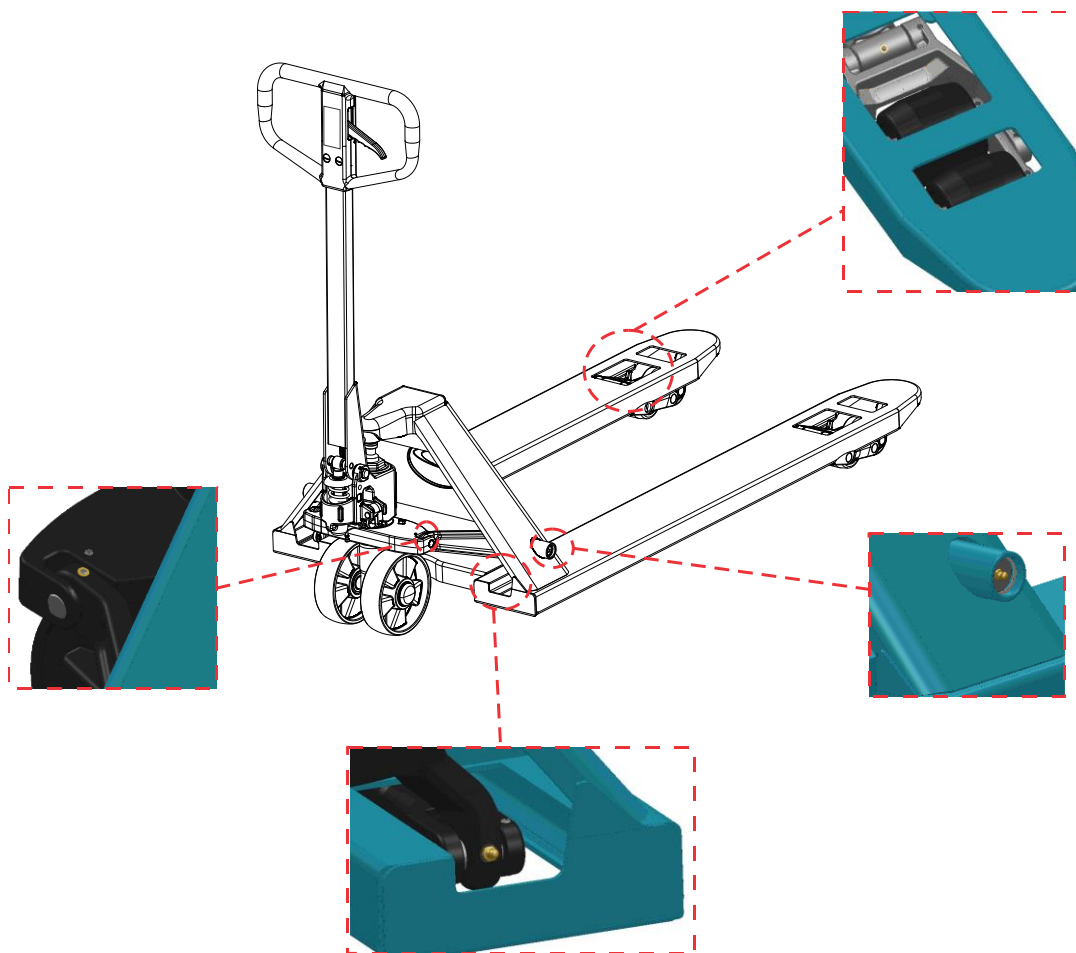

Figura 13 – Pontos de lubrificação
- *Todos os rolamentos e eixos são lubrificados com uma graxa de longa duração. Os pontos de lubrificação devem ser lubrificados mensalmente (figura 13) ou a cada vez que o transpaleta ser limado. Limpar o equipamento para eliminar sujeiras e detritos. Nunca lave-o com jato d'água. Limpe as partes metálicas e plásticas com pano levemente umedecido.*
- *Todos los rodamientos y ejes se lubrican con una grasa de larga duración. Los puntos de lubricación se deben lubricar mensalmente (figura 13) o cada vez que se limpie el transpaleta. Limpiar el equipo para eliminar las suciedades y los residuos. Nunca lave con chorro de agua. Limpie las partes metálicas y plásticas con un paño ligeramente humedecido.*